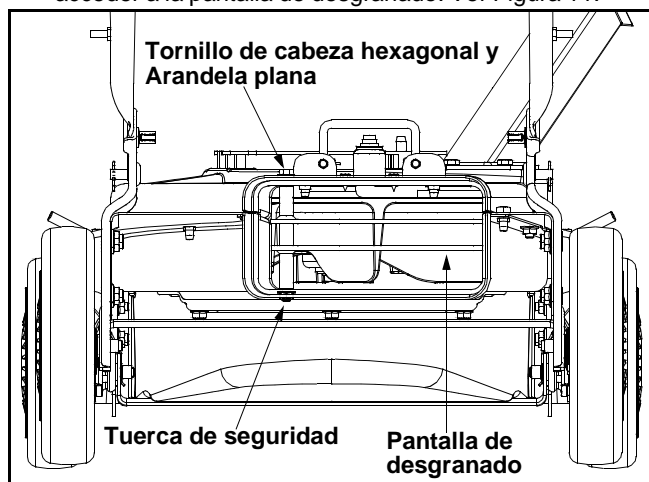

Figura 11
- Saque la bolsa o el canal de soplado de la unidad como se indica en la sección de FUNCIONAMIENTO para acceder a la pantalla de desgranado. Ver Figura 11.
- Saque el tornillo de cabeza hexagonal y la arandela plana de la parte superior del soporte de montaje de la caja posterior y la tuerca de seguridad que une la pantalla de desgranado. Ver Figura 11.
- Saque la tuerca de seguridad que une la pantalla de desgranado a la caja inferior. No es necesario sacar la pantalla de desgranado. Consulte Figura 11.